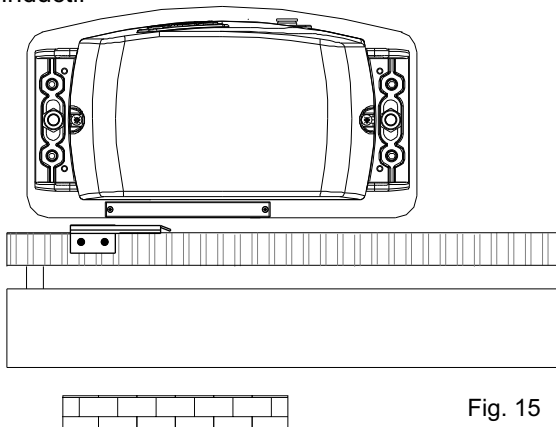
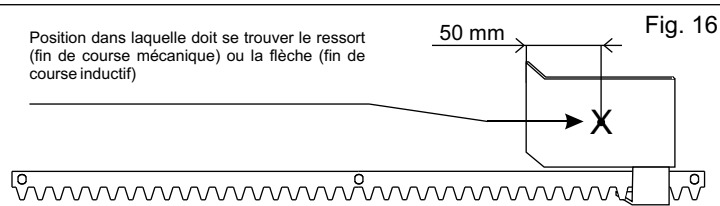
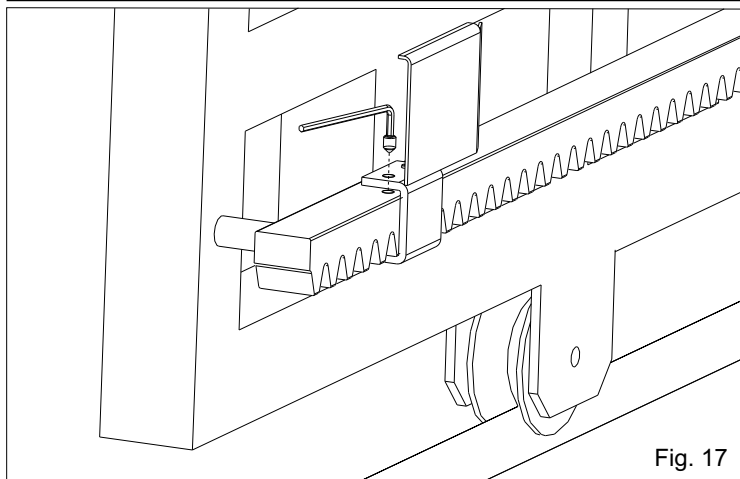

Fig. 15
Fig. 16
Fig. 17
- Positionner la plaque sur la crémaillère de façon d'avoir le fin de course (doigt en cas de fin de course mécanique (Fig. 14); flèche d'identification positionnée sur le coté supérieur en cas de fin de course inductif (Fig. 15)) en correspondance du point X que se trouve à 50 mm du coté plié de la plaque (Fig. 16) et la fixer avec les vis en dotation (Fig. 17).
- Positionner la plaque sur la crémaillère de façon d'avoir le fin de course en correspondance du point X que se trouve à 50 mm du coté plié de la plaque (Fig. 16) et la fixer avec les vis en dotation (Fig. 17).